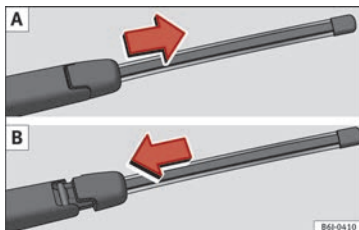

Bild 74 Demontering och montering av bakrutans torkarblad.
- För bladets adapter i pilens riktning och ta bort bladet » bild 74 A.
- Placera bladet som visas i » bild 74 B och skjut adaptern längs det tills den fastnar.